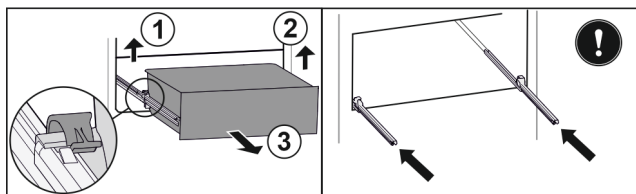

Fig. 34
- ▶ Zvedněte levou svorku a současně vytáhněte zásuvku vlevo dopředu. Fig. 34 (1)
- ▶ Zvedněte pravou svorku a současně vytáhněte zásuvku vpravo dopředu. Fig. 34 (2)
- ▶ Vyměte zásuvku dopředu. Fig. 34 (3)